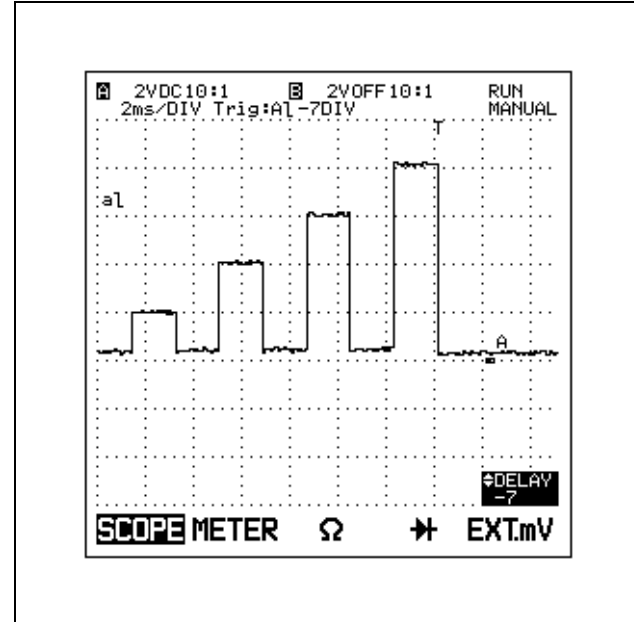

Abbildung 8-8 Zeitverzögerung auf -7 DIV eingestellt
10. Betätigen Sie ▽, um die Zeitverzögerung auf -7 einzustellen (siehe Abbildung 8-8).
Durch die Einstellung der Zeitverzögerung auf -7 wurde der Triggerpunkt auf den siebten Teilbereich auf der Anzeige verschoben, so daß Sie jetzt sieben Teilbereiche mit Informationen vor dem Triggerpunkt erhalten (siehe Abbildung 8-8). Sie können die Zoom-Funktion benutzen, um die abfallende Flanke des 50%-Impulses eingehend zu untersuchen. Die Zoom-Funktion dehnt die Schreibspur ausgehend von dem vierten Teilbereich der Zeitbasis und paßt die Verzögerung automatisch an.